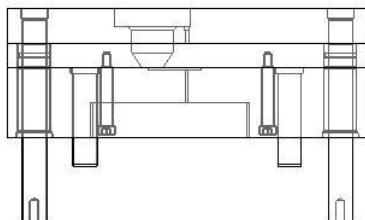

图7-127
- 使用相同的方法，在点 (-205, 135, 0)、(-205, -135, 0) 和 (205, -135, 0) 处创建螺钉，结果如图 7-127 所示。